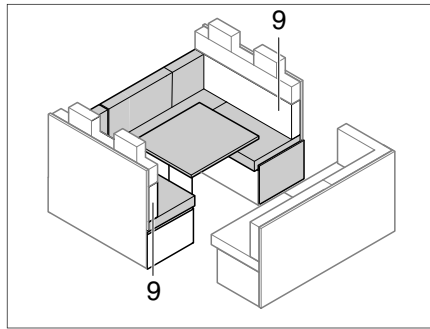

Fig. 202 Prima della trasformazione
- Rimuovere il cuscino dello schienale (Fig. 202,9) e riporlo di lato.